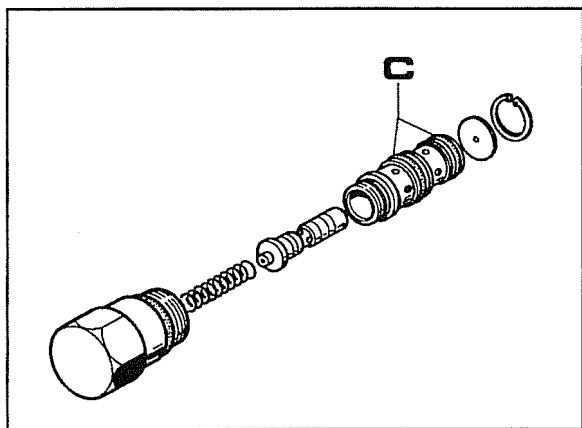

Fig. 3
3. Smontare la valvola che si presenterà come illustrato in fig.3.
4. Verificare l'integrità dei due anelli di tenuta **C** fig.3, se necessario sostituirli. Lavare e soffiare tutti i componenti onde eliminare qualsiasi traccia di sporcizia.